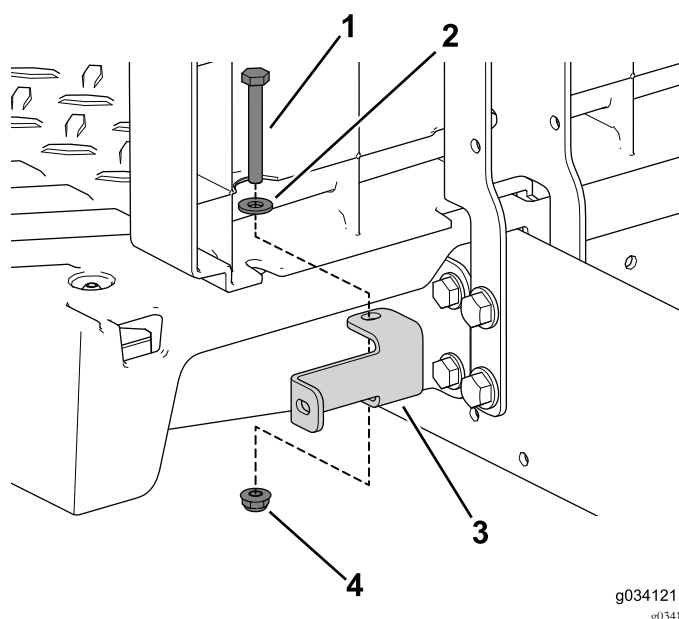

Figure 41
6. Avec les 2 boulons (1/4 x 2 po), la rondelle et le contre-écrou, fixez les supports de panneau gauche et droit sur la machine (Figure 41).
7. Avec les 2 boulons (1/4" x 2"), la rondelle et le contre-écrou, fixez les supports de panneau gauche et droit sur la machine (Figure 41).